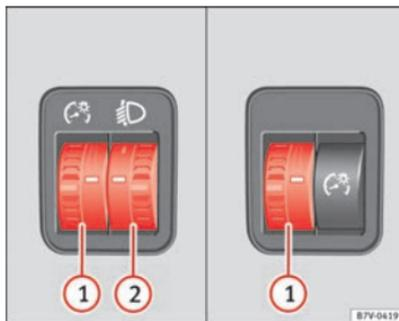

Abb. 63 Neben dem Lenkrad: Regler für Instrumenten-/Schalterbeleuchtung ① und Leuchtweitenregulierung ②.
① Instrumenten- und Schalterbeleuchtung
Bei eingeschaltetem Licht lässt sich die Helligkeit der Instrumenten- und Schalterbeleuchtung durch Drehen des Reglers ⇒ Abb. 63 ① stufenlos regulieren. ▶
② Leuchtweitenregulierung
Die Leuchtweitenregulierung ⇒ Abb. 63 ② passt je nach Einstellwert die Lichtkegel der Scheinwerfer stufenlos dem Beladungszustand des Fahrzeugs an. Dadurch hat der Fahrer bestmögliche Sichtverhältnisse und der Gegenverkehr wird nicht geblendet ⇒ ⚠.
Zum Einstellen Regler ⇒ Abb. 63 ② drehen: